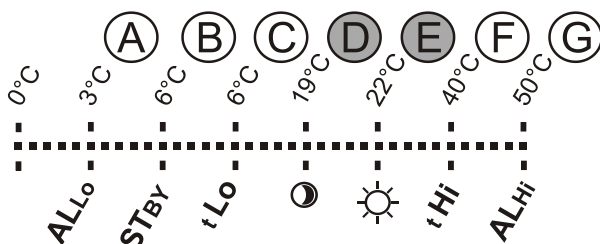

Figura 2: A – Temperatura bassa, B – Temperatura in modalità Standby,
I livelli di temperatura individuali del termostato sono mostrati nella Figura 2. Tutti i livelli di temperatura possono essere impostati in MyCOMPANY. Valori (livelli) da (D) a (E), sono editabili anche direttamente sul termostato, si veda *Controllo / Funzionamento*.